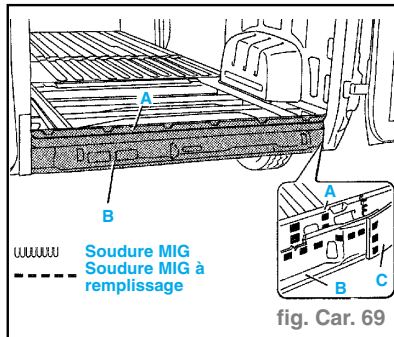

fig. Car. 69
- Utiliser la soudeuse MIG pour effectuer la soudure à fil continu entre la traverse (A) et la coque, et à remplissage dans les trous précédemment effectués. (fig. Car. 69)